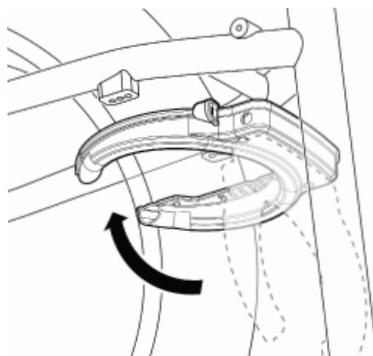
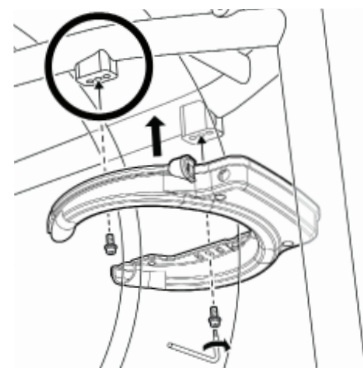
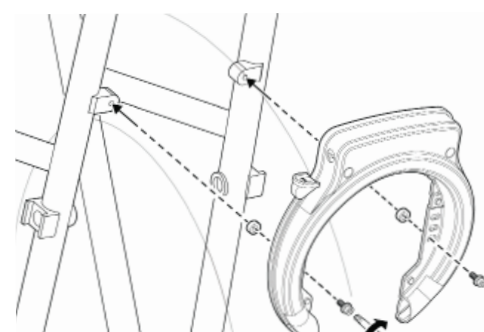

Abbildung 5: Montage
Abbildung 6: Montieren der Schrauben
Abbildung 7: Montage des Schlosses;
4. **Positionieren Sie das Schloss.** Platzieren Sie das Schloss entsprechend Ihrem Fahrradmodell am Fahrradrahmen (Abbildung 5 und Abbildung 7). Achten Sie darauf, dass die Sperrhalter flach an den Rahmenhalterungen anliegen. Besitzer von RadRunner 2, siehe Hinweis auf Seite 7.
- Nur für Rahmenmontageposition Nr. 2:** Sie MÜSSEN an jeder Schraube zwischen dem Schloss und der Rahmenhalterung ein 5-mm-Distanzstück anbringen (Abbildung 7). **HINWEIS:** Wenn die 5-mm-Abstandshalter nicht verwendet werden, scheuert der Kabelsockel auf der Rückseite des Rahmens, was zu Beschädigung führt.
- Wenn Ihr Fahrradrahmen drei Gewindelöcher auf der **Rahmenhalterung** hat, verwenden Sie das mittlere Gewindeloch auf der **Rahmenhalterung** (siehe Kreis auf Abbildung 6).
- Achten Sie darauf, die Schraube in den entsprechenden **Sperrhalter** für Ihr Fahrrad einzusetzen und schrauben Sie sie mit einigen Umdrehungen in die Rahmenhalterung (Abbildung 6 und Abbildung 7). Ziehen Sie die erste Schraube noch nicht ganz fest, sonst lässt sich die zweite Schraube nur sehr schwer montieren. Wiederholen Sie die Schritte für die zweite Schraube.